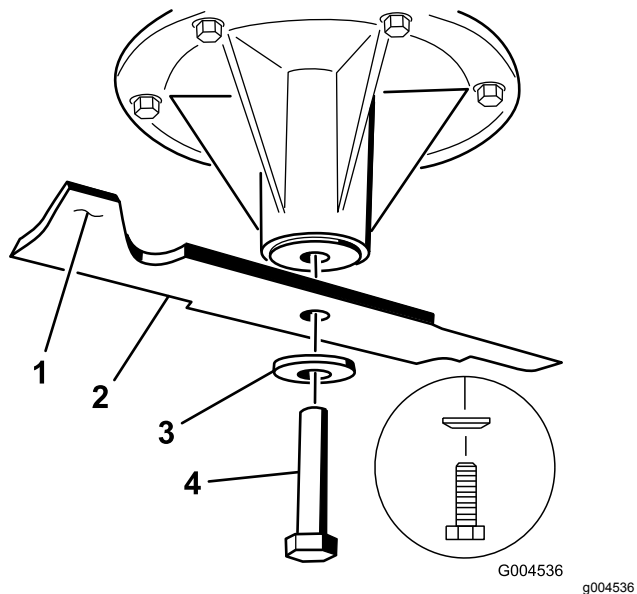

Figure 84
1. Placez la lame sur l'axe (Figure 84).
2. Mettez en place la rondelle élastique et le boulon de la lame (Figure 84).
**Remarque:** Le cône de la rondelle élastique doit être dirigé vers la tête du boulon (Figure 84).